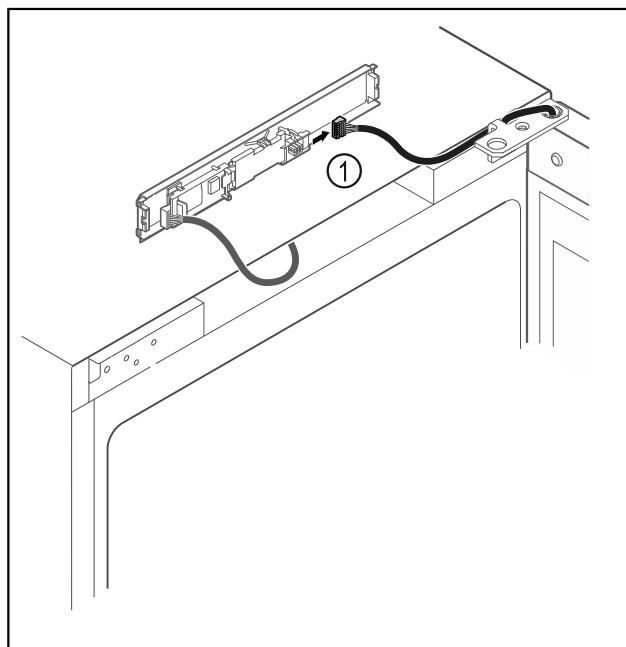

Fig. 12
- ▶ Shkëputni spinën Fig. 12 (1) nga qarku.